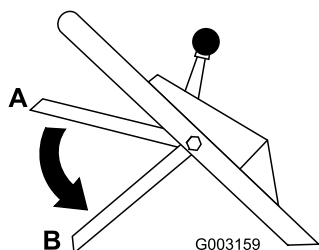

Figura 19
10. Suelte la barra de control de la cuchilla; consulte la posición B en Figura 19. Debe oír un ruido fuerte. La cuchilla debe detenerse en tres segundos.
2. Mueva la barra de control de la cuchilla a su posición más baja (Posición B en Figura 19).